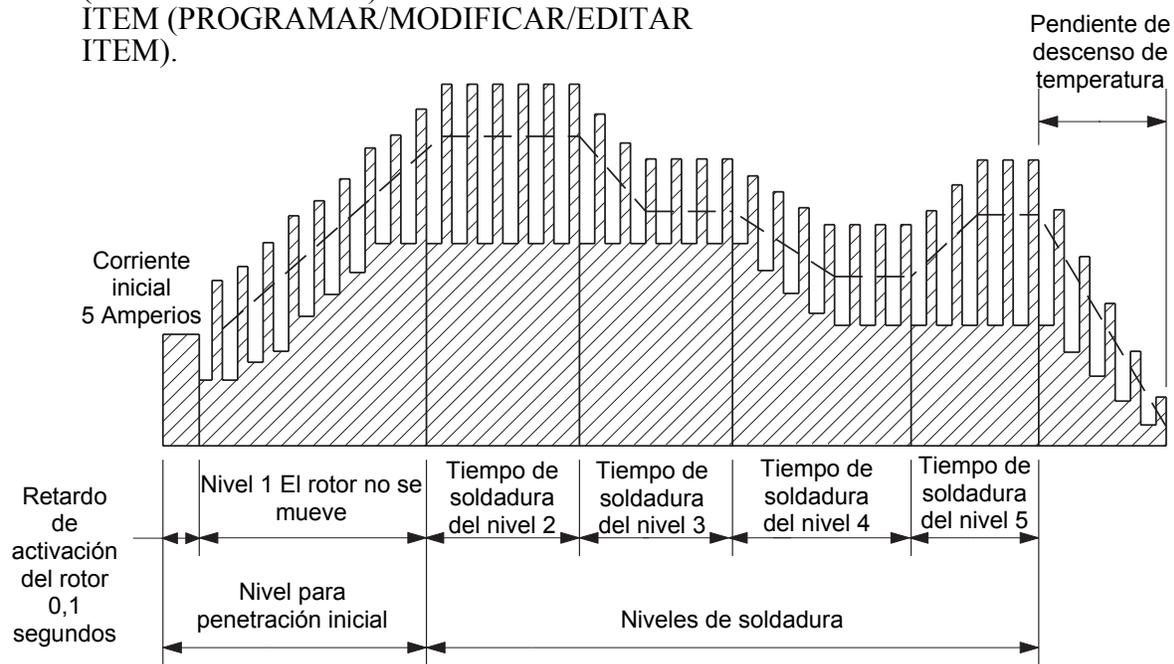

Figura 88
2. La soldadura debe penetrar completamente antes de que el rotor comience a moverse, ver la Figura 88. Después que se desarrolla el programa de soldadura básico, duplicar el nivel uno utilizando PROG/MODIFY/INSERT LEVEL (PROGRAMAR/MODIFICAR/INSERTAR NIVEL). Lo siguiente se lleva a cabo en PROG/MODIFY/EDIT ITEM (PROGRAMAR/MODIFICAR/EDITAR ITEM):